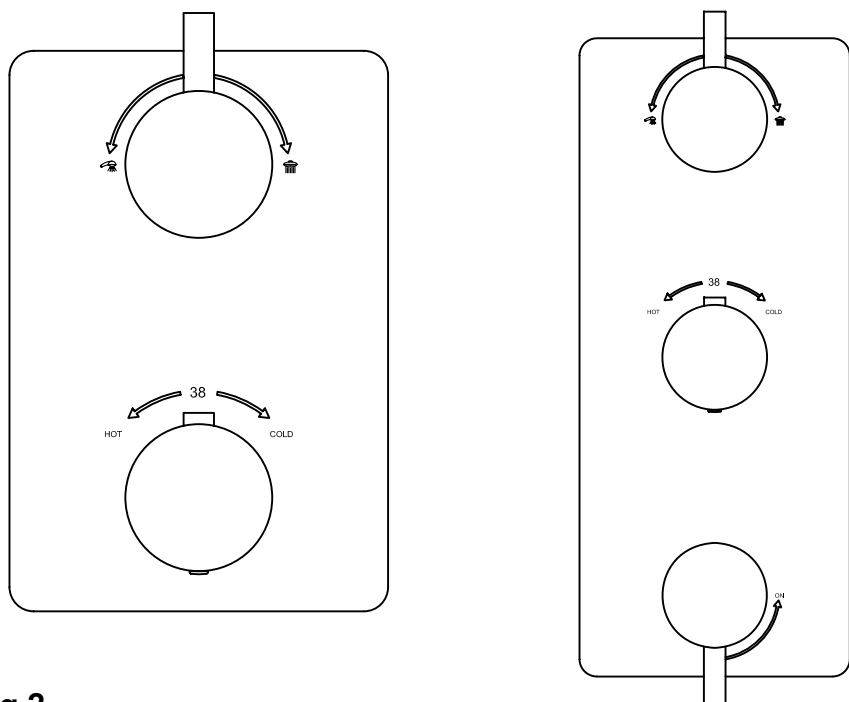

Fig 2
2. Verwijder de kleine hendel (1) en draai de schroef los (2).
3. Plaats de afdekplaat (8) over de kraanspindels, en zorg ervoor dat de spindels in het midden van de gaten zitten
4. Draai de rozet A(6) en rozet B(7) op de kraan. Check eerst of de zwarte beschermringen van de rozet A(6) en rozet B(7) op de juiste plaats zitten. **NIET TE STRAK AANDRAAIEN!**
- Let op: voor de 3 wegskraan ook rozet C(10) op de kraan draaien. NIET TE STRAK AANDRAAIEN!**
5. Plaats de omstelknop(3) op de bovenste spindel en draai schroef (2) vast, hierna de hendel (1) terugplaatsen Zie Fig 2.